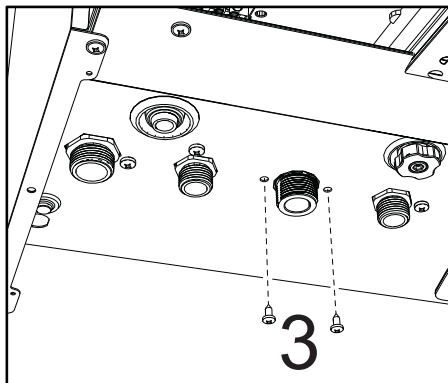

fig. 58
- Deșurubați șuruburile „3” (fig. 58)